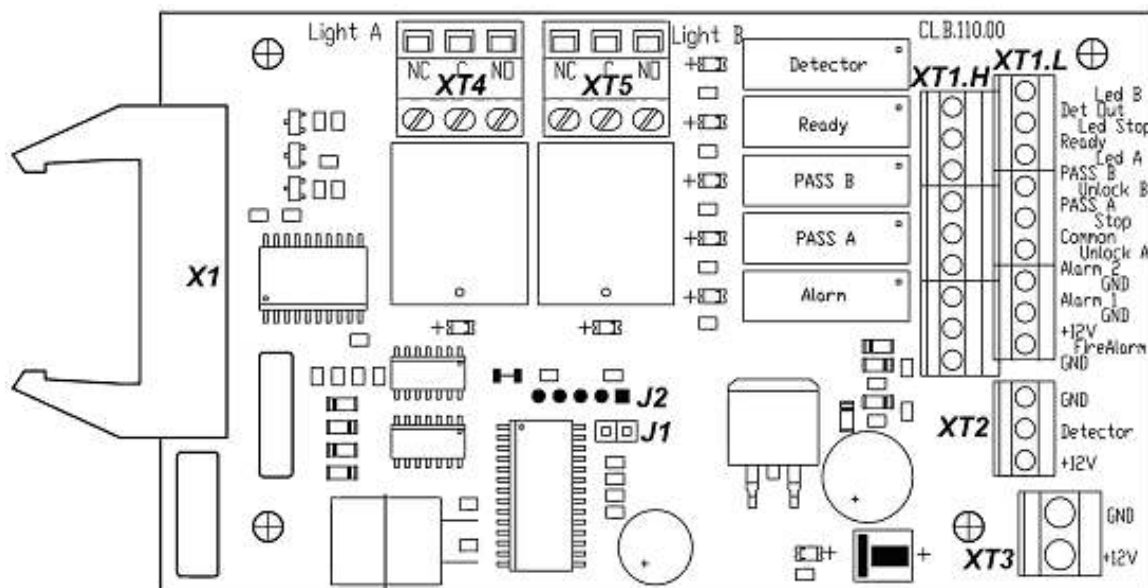
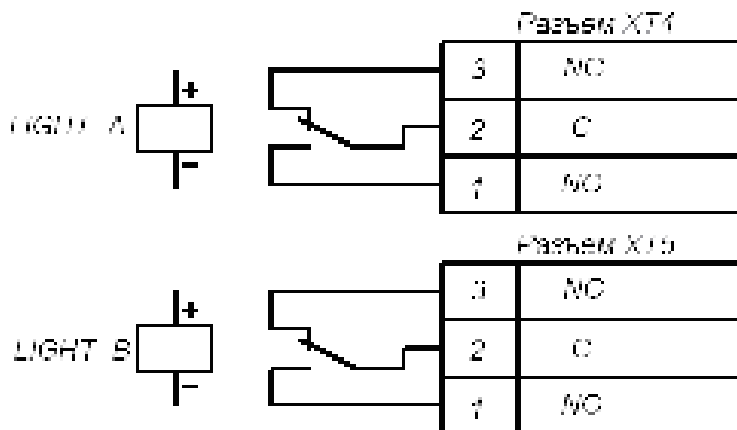

Рисунок 5. Внешний вид платы управления CLB
Рисунок 9. Выходные каскады для Light A и Light B
ПДУ подключается к плате управления гибким многожильным кабелем (11) через клеммную колодку **XT1.L** (см. рис. 5 и 12).
Изменить ориентацию ПДУ относительно установки турникета (если по месту установки турникет обращен к оператору не лицевой, а тыльной стороной) можно, поменяв местами провода от ПДУ, подключаемые на контакты *Unlock A* и *Unlock B*, а также *Led A* и *Led B* соответственно (см. рис. 5 и 12).
На плате управления (см. рис. 5) расположены:
Подключение указанных устройств производится с помощью кабеля (11) к соответствующим клеммным колодкам **XT1.L** и **XT1.H** платы управления в соответствии со схемой электрических соединений (см. рис. 5 и 12).
Обозначения установленных на плате управления клеммных колодок и назначение их контактов показаны на рис. 5.
Факт срабатывания / отпущения реле **PASS A**, **PASS B**, **Ready**, **Detector** и **Alarm** можно определить по загоранию/гашению красных индикаторов, которые установлены вблизи указанных реле (см. рис. 5).
Режим управления определяется наличием перемычки на разъеме **J1** (расположение разъема **J1** показано на рис. 5: перемычка установлена – импульсный режим управления, перемычка снята – потенциальный режим управления). При поставке перемычка установлена.
Подключение ДКЗП производится к клеммной колодке **ХТ2**, а сирены – к клеммной колодке **ХТ1.Н** платы CLB согласно схеме электрических соединений (рис. 5 и 12). ДКЗП должен иметь нормально-замкнутые контакты.
На контакты *Det Out* и *Common* клеммной колодки **ХТ1.Н** платы управления (рис. 5) всегда транслируется сигнал о текущем состоянии ДКЗП.
Подключение устройства, подающего команду аварийной разблокировки *Fire Alarm*, производится к клеммной колодке **XT1.L** платы CLB согласно схеме электрических соединений (см. рис. 5 и 12). Если вход *Fire Alarm* не используется, то необходимо установить перемычку между контактами *Fire Alarm* и *GND*. При поставке данная перемычка установлена.
Выносные индикаторы подключаются на клеммные колодки **XT4 (Light A)** и **XT5 (Light B)**. При этом реле **Light A (Light B)** активизировано (на его обмотку подано напряжение), когда горит соответствующая данному направлению прохода зеленая стрелка на блоке индикации, и нормализовано (на его обмотку напряжение не подано), когда соответствующая данному направлению прохода зеленая стрелка на блоке индикации не горит. Факт срабатывания / отпущения реле **Light A** и **Light B** можно определить по загоранию / гашению красных индикаторов, которые установлены вблизи указанных реле (см. рис. 5). Выходные каскады для сигналов *Light A* и *Light B* – перекидные контакты реле (см. рис. 9) со следующими характеристиками сигналов: